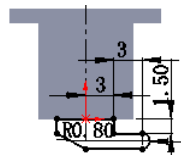

图 1.7 横断面草图
② 定义横断面草图。在草图环境中绘制图 1.7 所示的横断面草图。
③ 选择下拉菜单 **插入(I)** → **退出草图** 命令, 退出草图环境, 此时系统自动生成薄片 1。